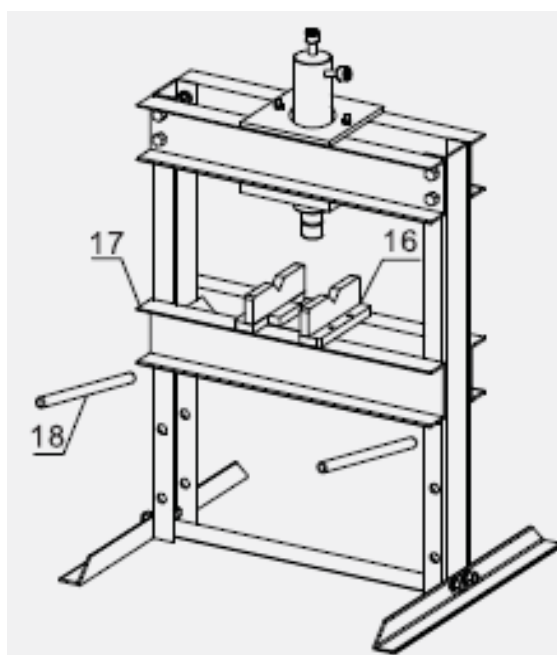

Рис. 5
6. Вставьте опорные штифты (18) в отверстия в стойках рамы. Наклоните стол прессы (17), чтобы направляющие стола располагались на стойках рамы, затем опустите на место, так чтобы стол прессы лежал на опорных штифтах. Затем наденьте оправки (16) на стол прессы. См. рисунок 5.